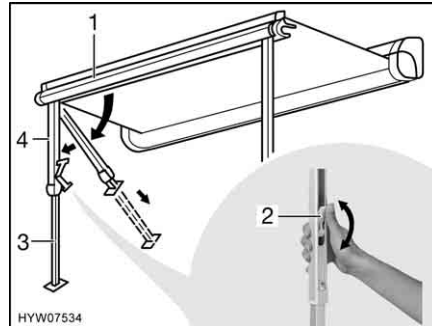

Fig. 34 Installazione dei montanti di supporto
- Estrarre i montanti di supporto (Fig. 34,4) dal listello anteriore (Fig. 34,1) ribaltandoli e montarli.
- Aprire il bloccaggio sui montanti di supporto. A tal fine ripiegare la leva di serraggio (Fig. 34,2) verso l'alto.
- Estrarre la parte inferiore dei montanti di supporto (Fig. 34,3) fino alla lunghezza desiderata.